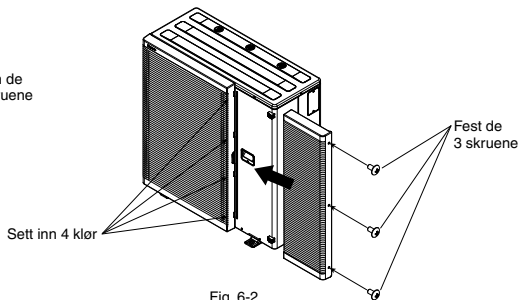

Fig. 6-2
2. Sett inn 4 klør i utslippsgrillen (høyre side) [4] og fest de 3 skruene. (Fig. 6-2)